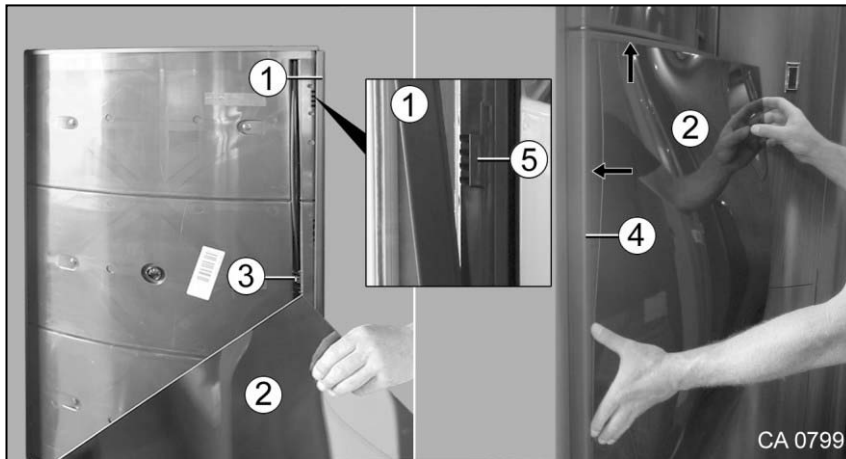

Fig. 141 Déverrouiller la porte du frigo
1. Détacher prudemment la baguette en plastique amovible (Fig. 141/1). Pour cela, tirer la baguette (Fig. 141/1) vers l'avant jusqu'à ce que le recouvrement (Fig. 141/2) puisse être enlevé.
2. Tirer le recouvrement (Fig. 141/2) prudemment hors des baguettes de fixation (Fig. 141/4) périphériques et les déposer dans un endroit approprié. Éviter de l'endommager en l'égratignant par exemple.
3. Déverrouiller la porte du frigo à la fermeture (Fig. 141/3) et l'ouvrir. Contrôler le mécanisme de fermeture quant à des dysfonctionnements visibles.
1. Enficher d'abord le recouvrement (Fig. 141/2) dans la rainure de la baguette de fixation inférieure et ensuite dans la baguette de fixation latérale et supérieure (Fig. 141/4).
2. Pour terminer, remettre en place la baguette en plastique (Fig. 141/1). Pour cela, glisser la baguette (Fig. 141/1) dans les guidages (Fig. 141/5).